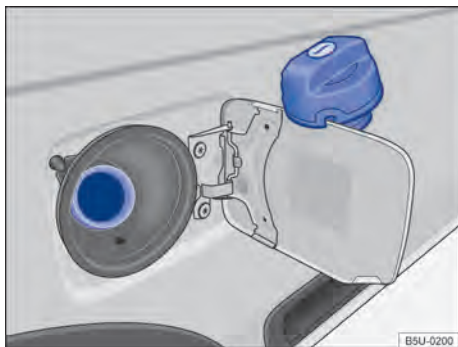

Fig. 128 Portinhola do tanque de combustível aberta com a tampa do tanque de combustível pendurada.
- Girar a tampa do tanque de combustível no sentido anti-horário e encaixar a tampa na dobradiça da portinhola do tanque de combustível ⇒ Fig. 128.